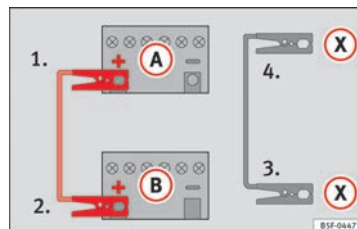

Fig. 209 Esquema de conexión para vehículos con sistema Start-Stop.
- **En los vehículos con sistema Start-Stop:** emborne un extremo del cable *negro* de emergencia  a un terminal de peso adecuado, a una pieza de metal maciza que vaya atornillada al bloque motor o al mismo bloque motor ⇒ fig. 209.